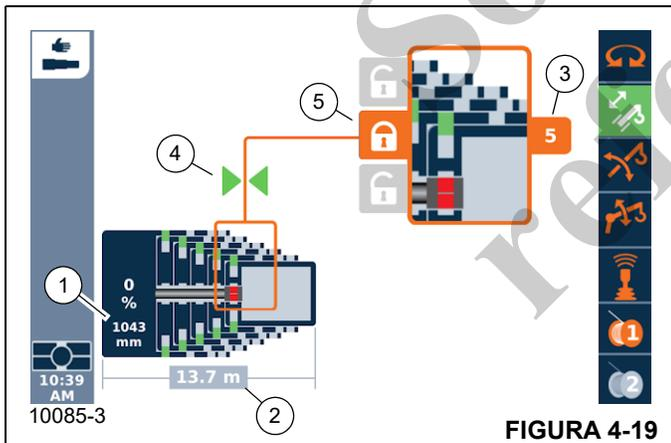

FIGURA 4-19
La pantalla (1, Figura 4-19) muestra la distancia de extensión del cilindro telescópico, por ejemplo, 1043 mm.
- La pantalla (3, Figura 4-19) muestra la sección telescópica correspondiente, por ejemplo, sección telescópica 5.
- la pantalla (4, Figura 4-19) muestra una o dos flechas, dependiendo de la distancia hasta el punto de bloqueo. La pantalla (4) muestra dos flechas y el símbolo de bloqueo de la pantalla (5) aparece de color naranja cuando el cilindro telescópico está en el punto de bloqueo.